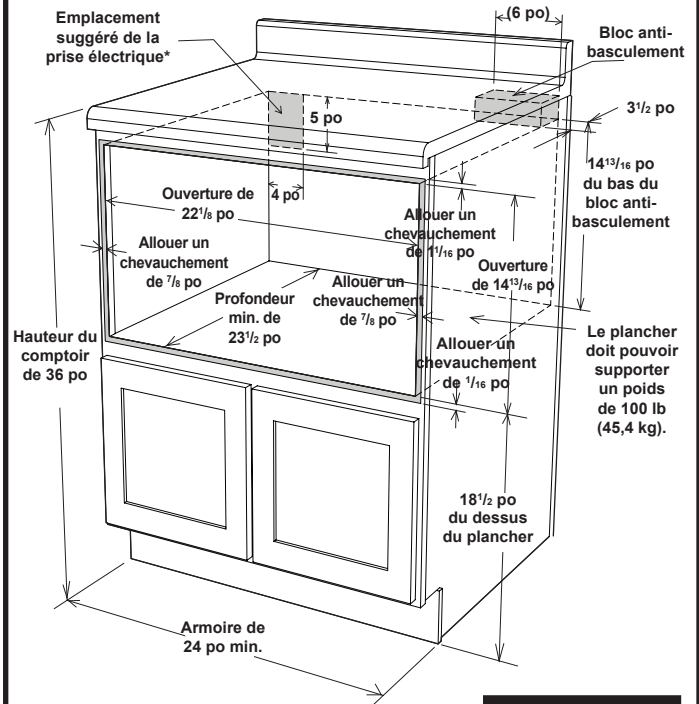

Figure 1
- Les dimensions indiquées dans la figure 1 (pour un four à micro-ondes de 24 po) doivent être utilisées. Ces dimensions correspondent aux dégagements minimaux. Localisez la prise électrique dans la zone ombrée dans le coin supérieur gauche de la découpe. Voir figure 4.
Les figures 1 et 2 renferment de nombreuses mesures pour le four à micro-ondes à tiroir qui peuvent vous servir de référence lors de la planification de l'emplacement du four.
Afin de réduire les risques de renversement, le four à micro-ondes à tiroir doit être fixé correctement au moyen d'un bloc antibasculement à 14-13/16 po au-dessus du plancher sur lequel il sera installé. Le bloc antibasculement doit être fourni et pré-installé par l'acheteur du four ou le constructeur avant que l'installation du four puisse être effectuée. Le bloc antibasculement n'est pas fourni par l'installateur. Voir figures 1 et 2. Le bloc antibasculement permet de prévenir des blessures sérieuses causées par le renversement de liquides chauds.